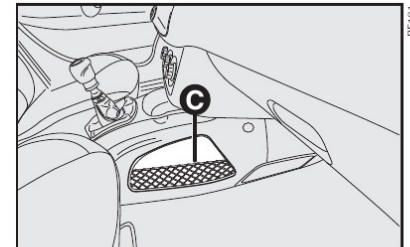

fig. 88
**C-fig. 88** - Console central, na lateral direita no lado do passageiro.